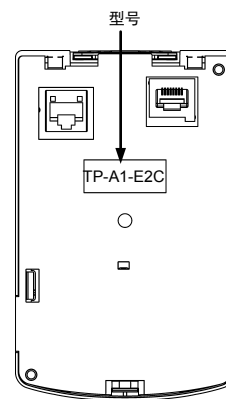

图 1.1 多功能操作面板背面
- (1) 请确认多功能操作面板以及使用说明书（本说明书）齐全。
- (2) 请确认实物无破损、凹陷以及零件的脱落等运输途中的损伤。
- (3) 请确认多功能操作面板内部粘贴有(TP-A1-E2C)型号的密封。(图 1.1)